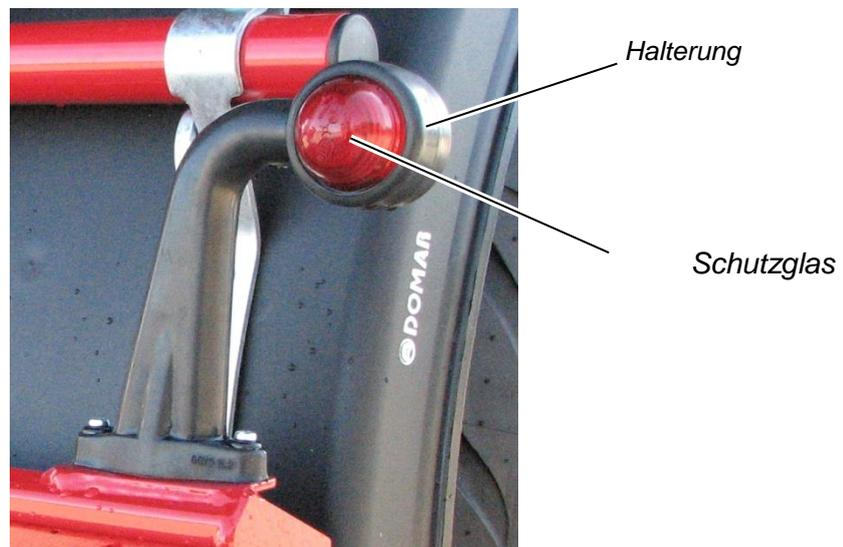

Abbildung 69: Positionsleuchte
- ⇒ Drücken Sie das Schutzglas aus der Halterung heraus (siehe Abbildung 69).